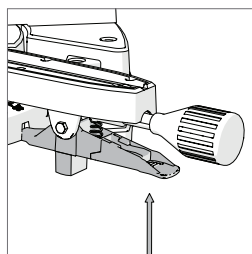

Abb. 31
- Den Feststellhebel für den positiven Anschlag hochziehen. (**Abb. 31**)